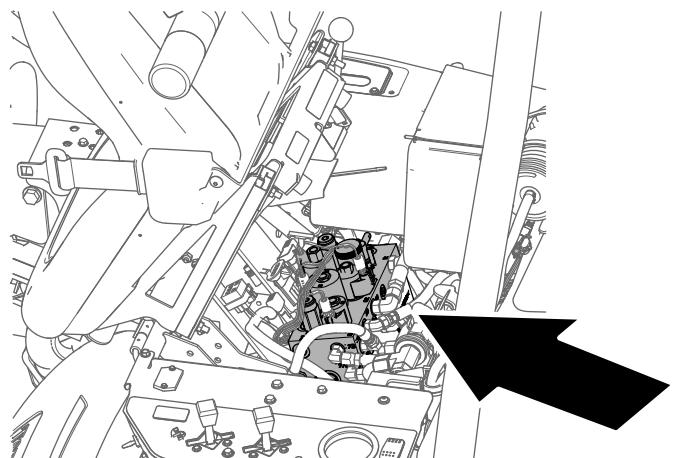

Bild 62
4. Klappen Sie den Bedienersitz hoch und stützen Sie ihn mit der Stützstange ab (Bild 62).